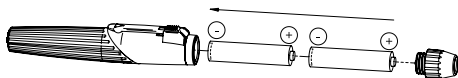

Fig. 3
Om aan de slag te gaan, draait u het kopstuk (3) los van de greep (1) en plaatst u twee alkalinebatterijen (maat LR03/AAA/1,5V) (fig. 3). Vervolgens draait u het kopstuk weer vast.